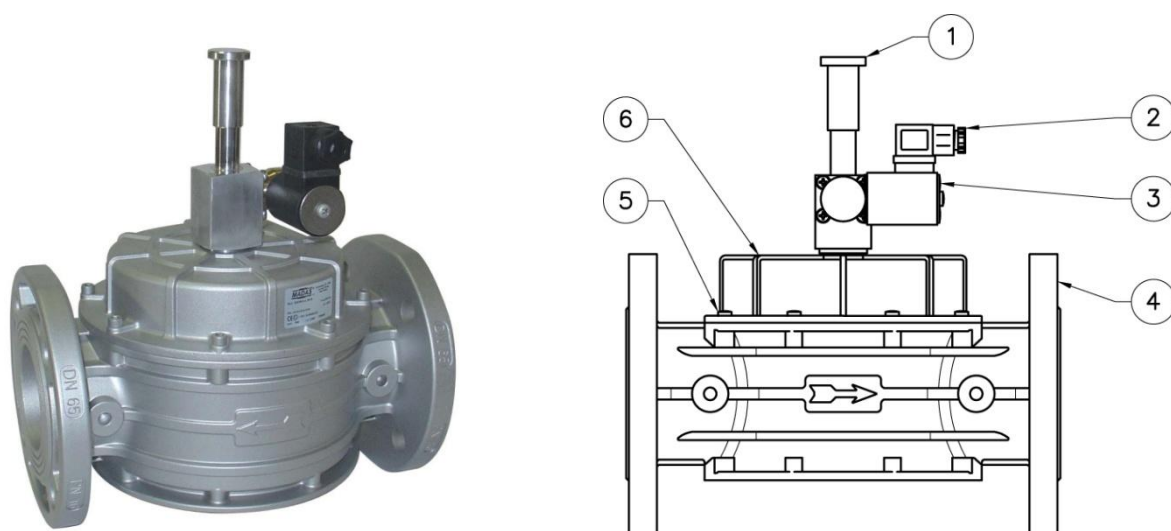

Рис. 4
Клапан (Рис. 4) состоит из: рукоятка механизма возврата (1); электрический коннектор (2); соленоид (3); корпус (4); винты крепления (5); крышка (6).